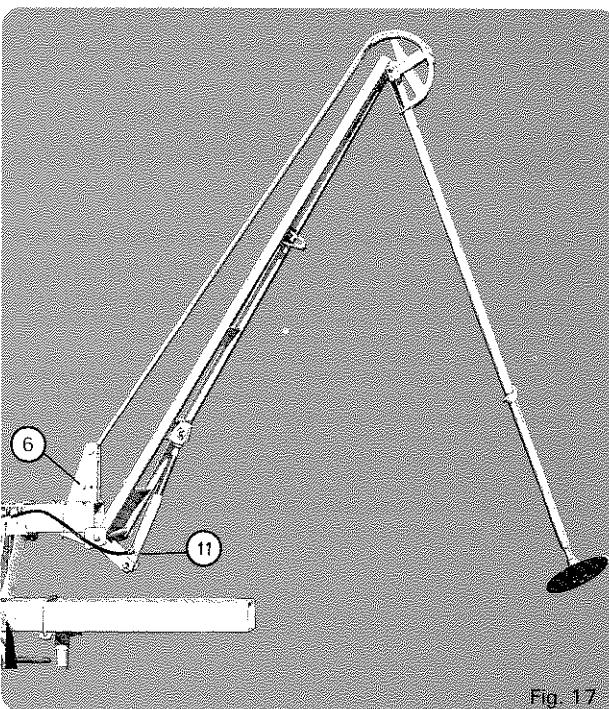
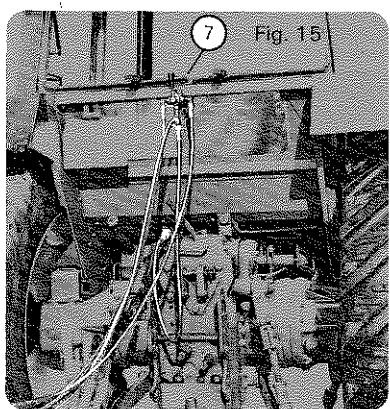

Fig. 17
Fig. 15
- Modèle hydraulique repliable pour châssis double barres 18 rangs (fig. 17).
- A noter le blocage en position transport par la bague ⑤ ou les broches ⑥.
- Procéder à un graissage général, atteler au tracteur et vérifier : le relevage du semoir - les diverses transmissions - l'efficacité des tendeurs, la rotation de leur galet - la manœuvre des rayonneurs par la vanne ⑦ à la brancher suivant fig. 15.
- Hydraulic folding model for double-bar 18 row frame (fig. 17).
Proceed to overall lubrication, hitch the planter to the tractor and check : if planter lifts easily - the various transmissions - the efficiency of the chain tighteners and rotation of their rollers - operation of the row markers by the valve ⑦ (to be connected as per (fig. 15).
- Einklappbares Modell für hydraulische Betätigung für Doppelrahmen, 18-reihig (Abb. 17).
- Vor Beginn der Arbeit ist die Sämaschine völlig abzuschmieren. An den Schlepper anbauen und das Ausheben der Sämaschine - die verschiedenen Antriebe - die Leistung der Spanner, die drehende Bewegung der Rollen - die Betätigung der Spuranziger durch das Ventil (Abreisskupplung je nach Abb. 15) überprüfen.
- Modello idraulico ripiegabile per telai doppia barra 18 file (fig. 17).
- Procedere ad un grassaggio generale, attaccare al trattore e verificare : il sollevamento della seminatrice, le diverse trasmissioni, l'efficacia dei tenditori, la rotazione dei loro rulli, la manovra dei tracciatori tramite la valvola . (da innestare come in fig. 15).